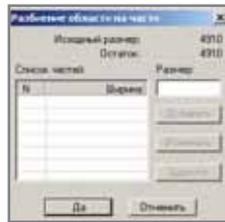

Рис. 19
- *Разбить на части* – монолитный участок разбивается на более мелкие монолитные участки. Операция осуществляется в диалоговом окне *Разбиение области на части* (рис. 19), которое вызывается этой командой после выбора на закладке *Состав* строки, описывающей монолитный участок;